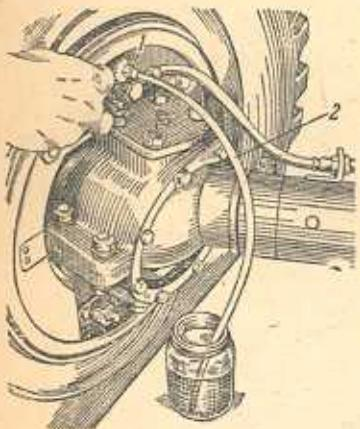

Рис. 35. Выпуск воздуха из системы гидропривода тормозов:
2. Выверни заглушку из ниппеля для выпуска воздуха и надень на ниппель конец резиновой трубы 2 (рис. 35).